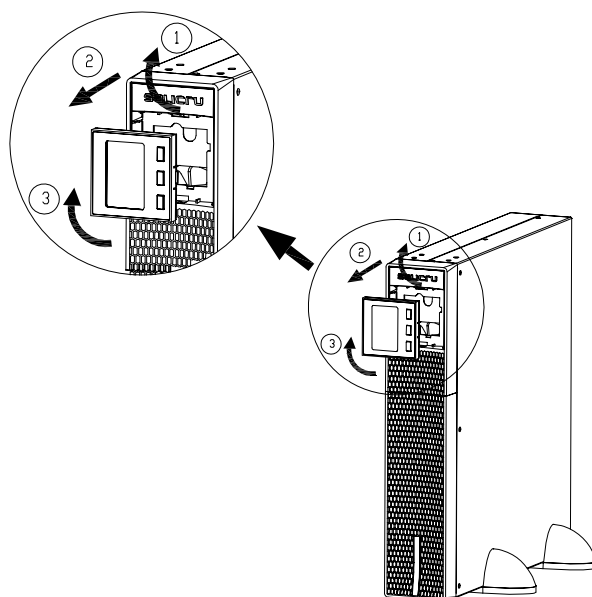

Abb. 8. Rotation des Bedienfelds mit LCD-Display über die Kunststoff-Frontverkleidung.
- Das Gerät ist ursprünglich ab Werk für den Einbau als Rack vorgesehen. Um das Lesen der Meldungen auf dem Display zu erleichtern, wenn das Gerät vertikal installiert ist, wird empfohlen, das Bedienfeld im Uhrzeigersinn um 90° zu drehen (siehe Abb. 8).